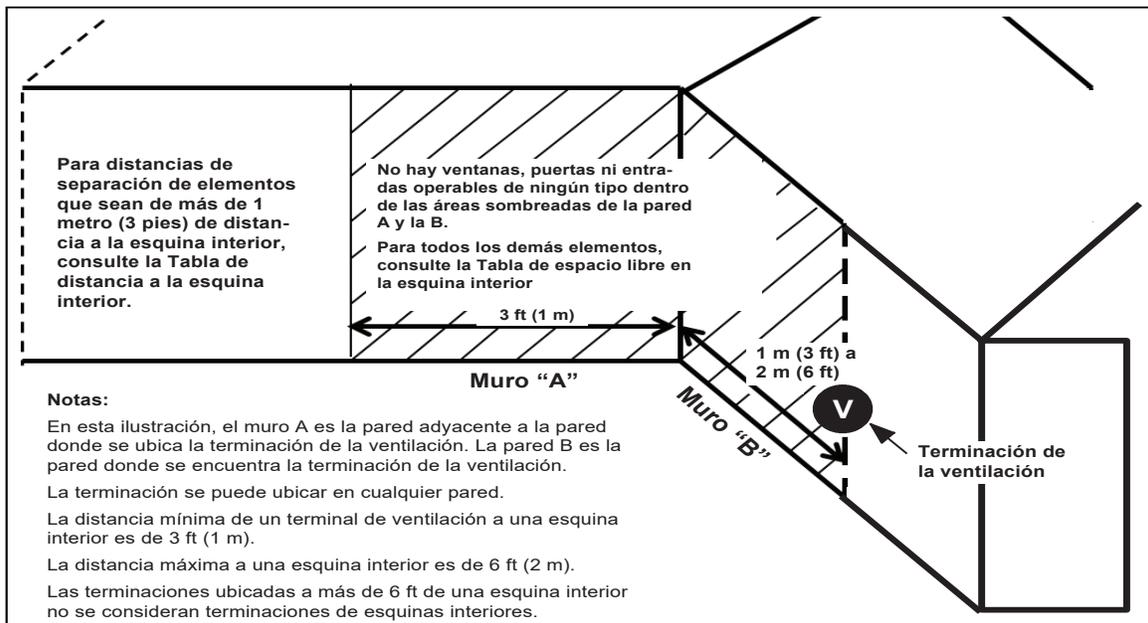

Fig. 46 – Terminación en esquina interna
- La terminación de la ventilación debe estar ubicada al menos a 3 pies de una esquina hacia dentro y seguir las distancias de separación en el plano de terminación en esquinas hacia dentro. Consulte la Fig. 46.